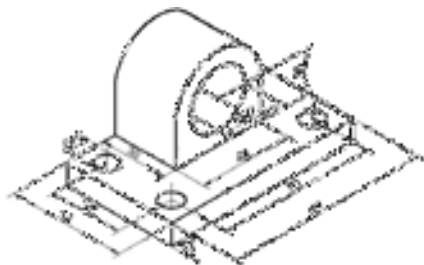
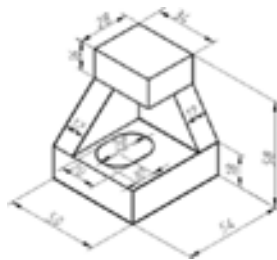

图 12.4.1 绘制轴测图（一）
图 12.4.4 绘制轴测图 (四)
2. 绘制图 12.4.1~图 12.4.4 所示的轴测图。